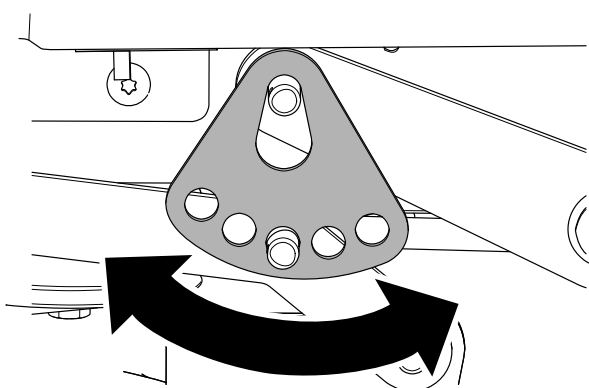

**Bild 73**
6. Entfernen Sie den Splint und die Unterlegscheibe vom unteren Hubarmbolzen (Bild 73).